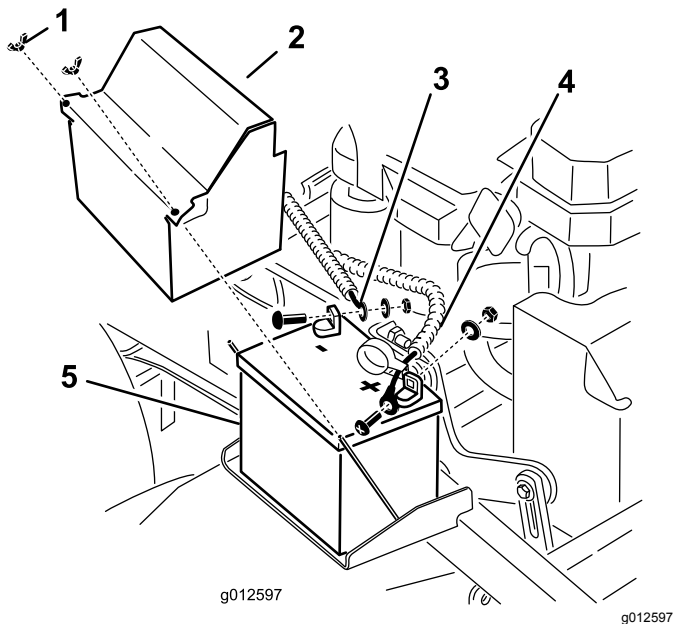

Figura 27
11. Instale a bateria para a máquina (Figura 27).